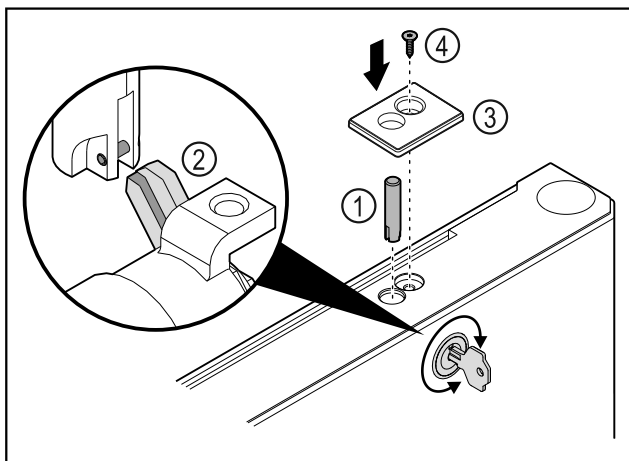

Fig. 46
- Slotbout Fig. 46 (1) plaatsen.
- Slot iets draaien zodat slotbout Fig. 46 (2) in sleuf van slot vergrendelt.
- Afdekking Fig. 46 (3) plaatsen.
- Schroef Fig. 46 (4) plaatsen.